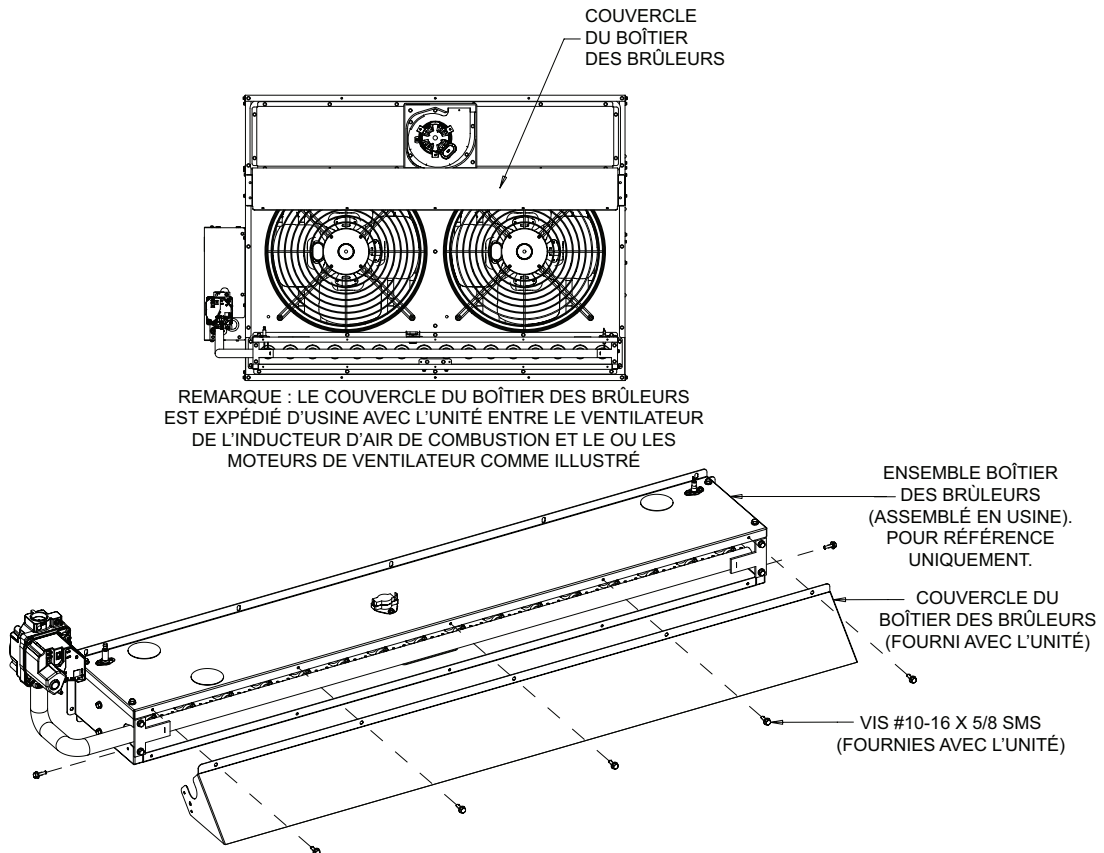

FIGURE 3
- 9 - Installez le couvercle du boîtier des brûleurs. Voir Figure 3.